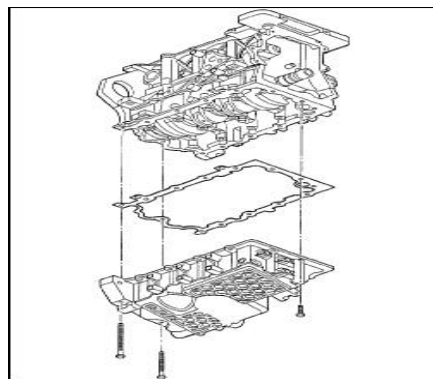

图. 100油底壳和垫
(1) 清洗油底壳和密封表面。
(2) 更换新的机油垫。
(3) 安装油底壳(图. 100)。